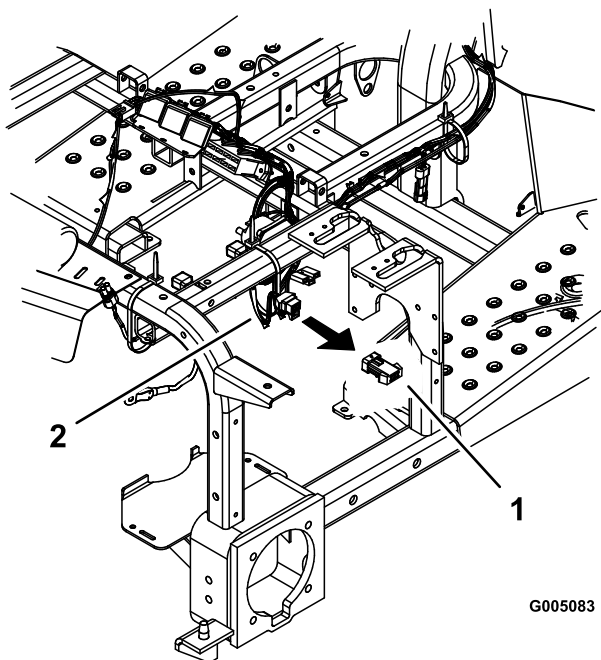

Bild 33
5. Nehmen Sie den Überbrückungsdraht vom Hauptkabelbaum unter dem Armaturenbrett ab (Bild 33).